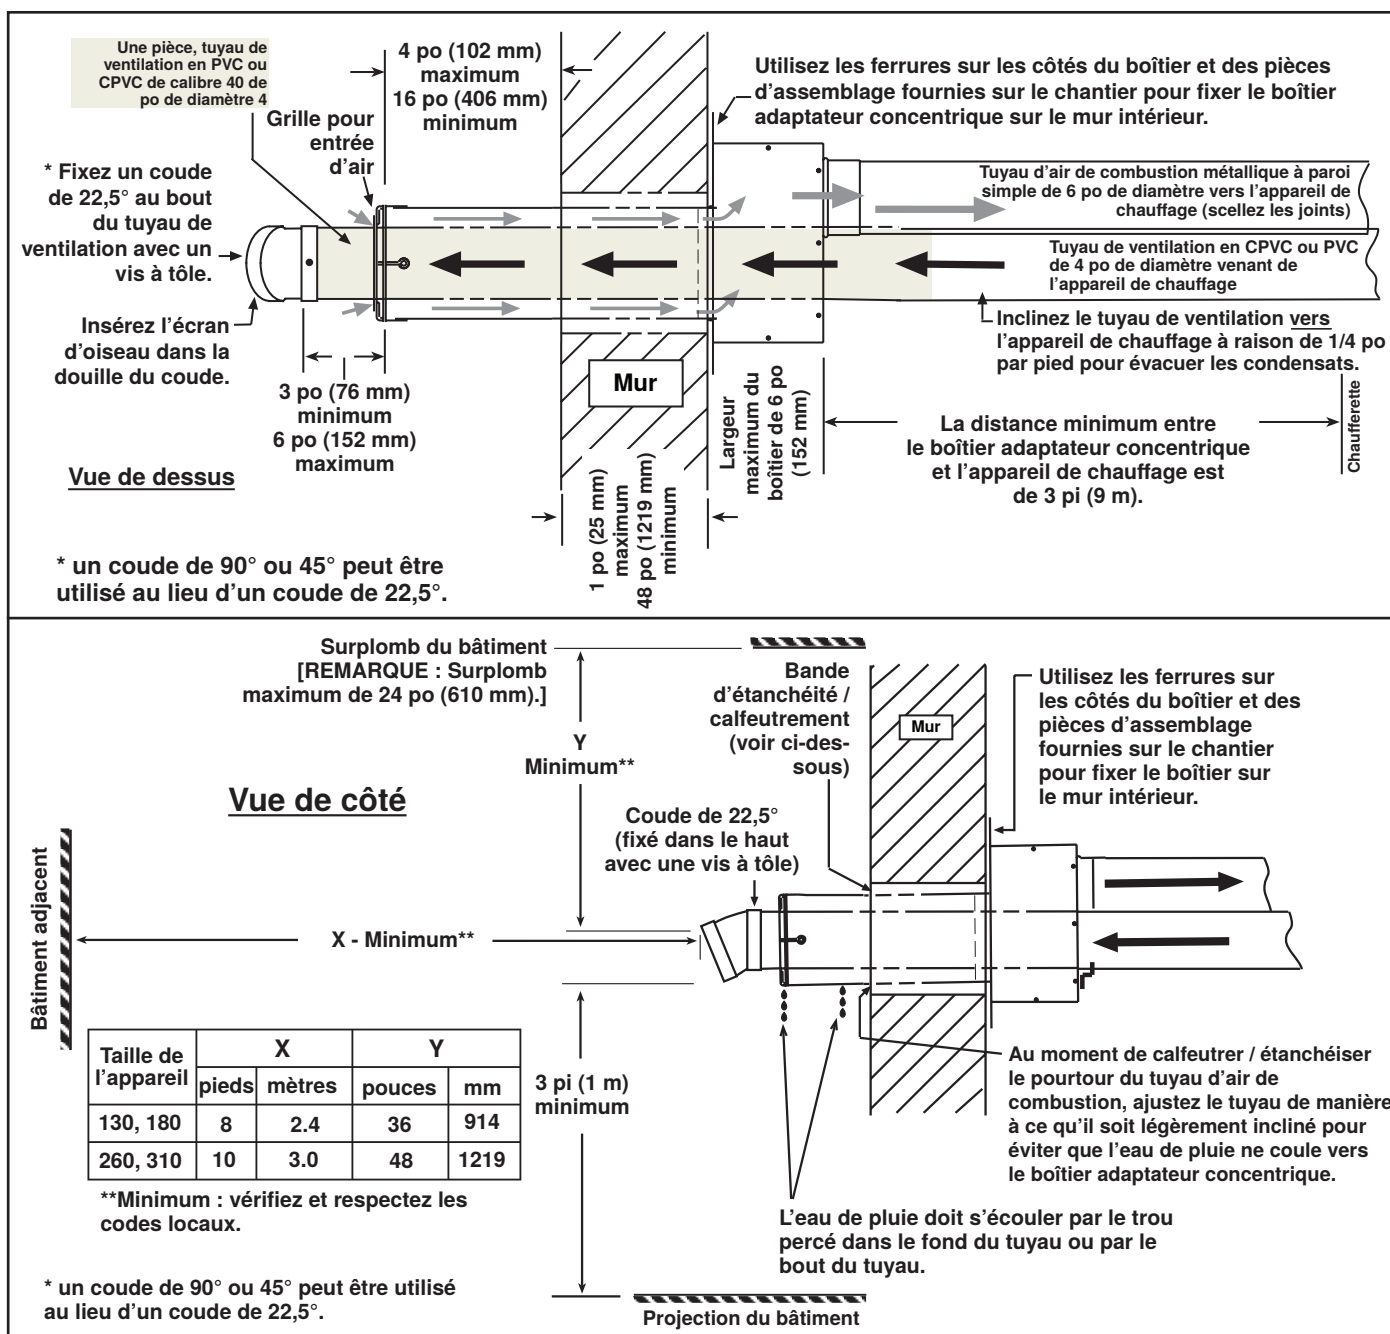

Figure 18. Installation de l'option CC6
4. Connectez le boîtier adaptateur concentrique (voir **Figure 18**) :
- Positionnez la bague protectrice d'entrée d'air sur le bout du tuyau d'air de combustion, conformément à la **Figure 18**.
- a. Reportez-vous à la **Figure 18** pour déterminer la longueur de chaque section de tuyau et calculer la longueur totale requise.
12. Vérifiez la conformité avec la **Figure 18** et avec toutes les spécifications répertoriées dans la sections **EXIGENCES EN AIR DE VENTILATION ET DE COMBUSTION** et **Hydrocarbures halogénés**.